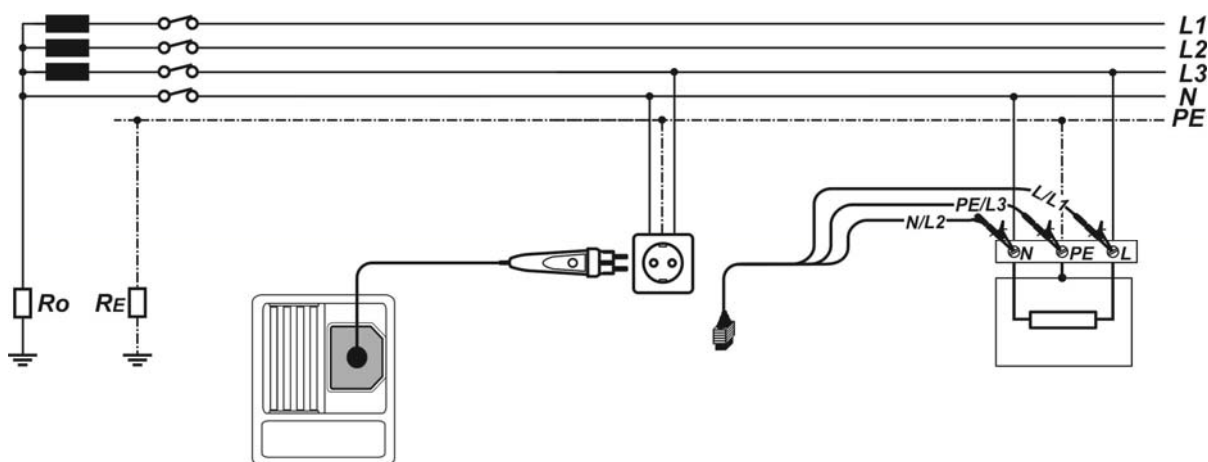

Рисунок 5.30: Подключение штепсельного щупа «plug commander» и 3-х проводного тестового кабеля
- ☐ **Подключите** измерительные щупы к тестируемому устройству (см. *Рисунок 5.30: Подключение штепсельного щупа «plug commander» и 3-х проводного тестового кабеля*).